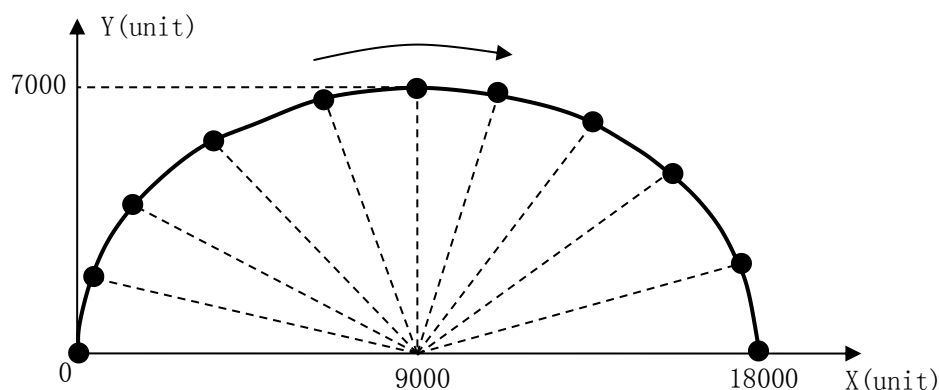

图 2.28 轨迹参数图
2、将该轨迹分成圆弧角相等的十段轨迹，如图 2.28 所示；计算各点坐标值，即得 P 值。轨迹分段图如下：